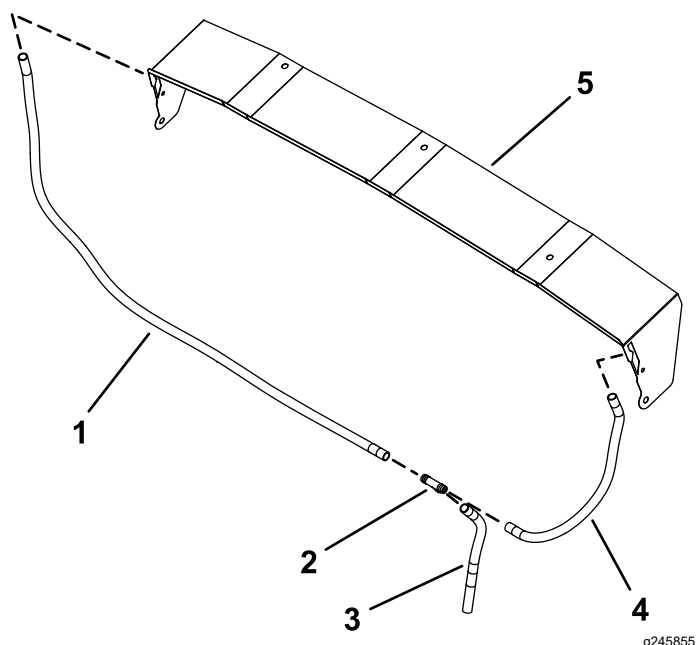

Figura 42
4. Conectați tubul transparent de 122 cm la tubul de 33 cm i la tubul de 43 cm folosind fittingul în formă de T (Figura 42).